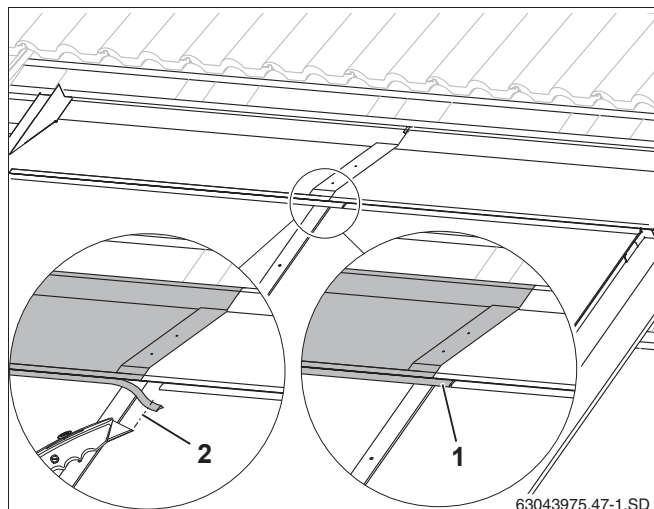

Рис. 57 Раскрой резинового язычка
- ▶ Укоротите резиновый язычок настолько (рис. 57, **поз. 2**), чтобы он уперся в язычок правого накладного листа.
- ▶ Вставьте резиновый язычок левого накладного листа в фальц правого накладного листа (рис. 57, **поз. 1**).